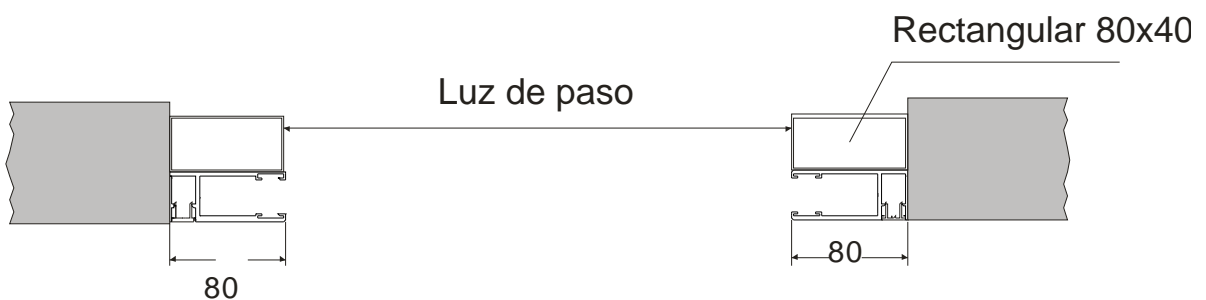

Fig. 4
- En caso de no disponer de esta distancia se deberá colocar un premarco según esquematiza la (fig. 4).